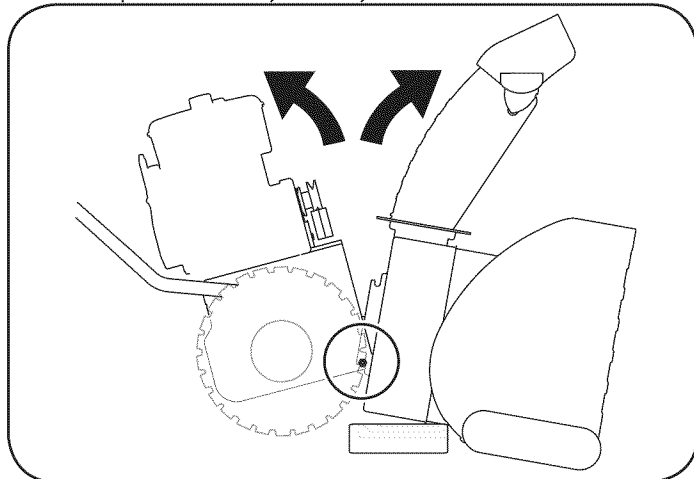

Figura 33
4. Coloque un bloque de madera debajo de la barra de vivienda, como se muestra en la Figura 33 y separado de la vivienda barra marco inclinando el cuerpo hacia adelante y hacia abajo en las asas.